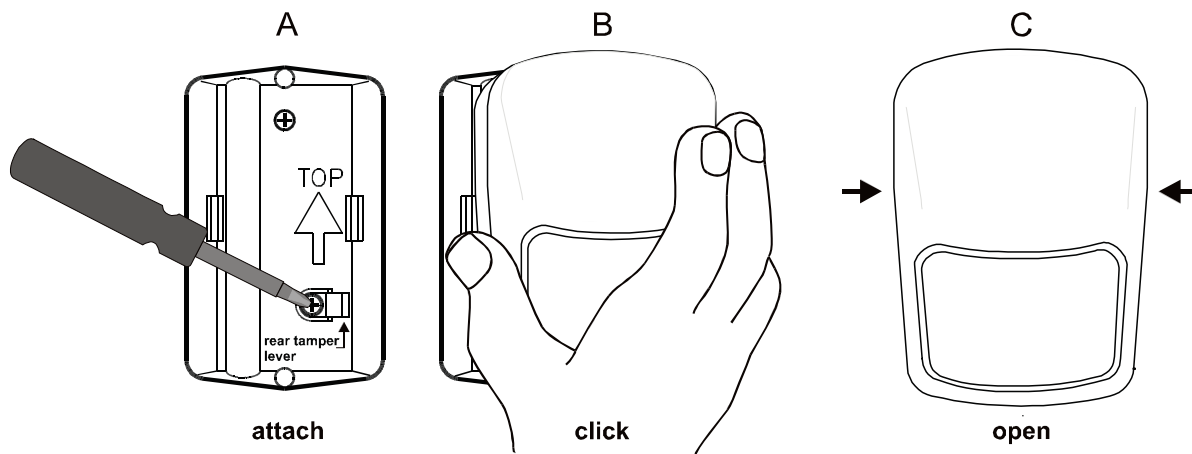

Fig. 9
- A. Fissate il supporto con le due viti fornite, assicurandovi che la freccia all'interno del supporto punti verso l'alto. Consigliamo di fissare una vite nel foro predisposto sulla leva del sensore anti-manomissione (vedi fig. 9. A). Il secondo foro può essere facilmente praticato, premendo su quelli già impostati. Fissate bene le viti, assicurandovi che il supporto non sia storto.